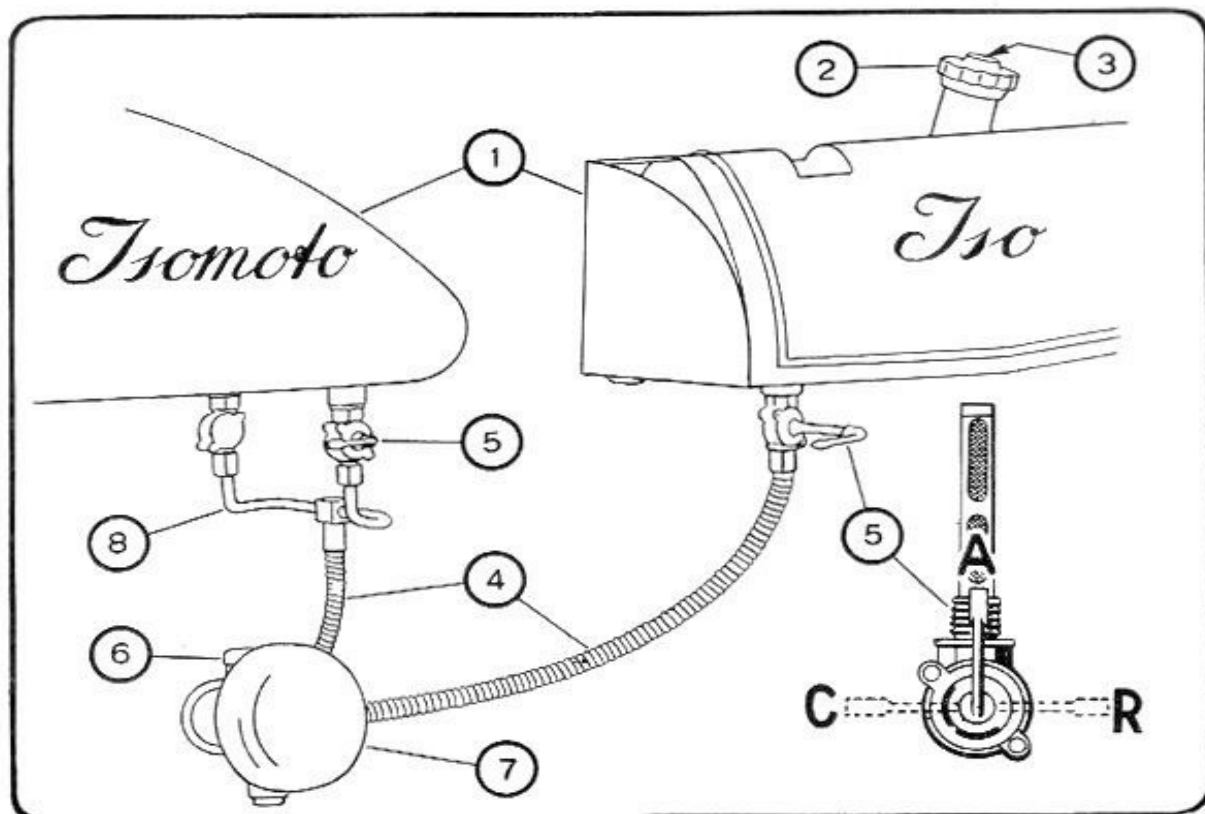

Fig. 12 - Schema di alimentazione e posizioni rubinetto.
Ogni 2000-3000 km. pulire il carburatore smontando il polverizzatore (2) e il galleggiante (9). Pulire pure accuratamente il filtro della benzina (7), situato sopra il carburatore, il raccordo flessibile (4 fig. 12), nonché il filtro dell'aria (7) svitandolo dalla propria sede ed immergendolo senza scomporlo in benzina o petrolio. Con aria compressa dare una utile soffiata in tutti i canali e fori.
Assicurarsi altresì che il foro di scarico aria del tappo di carica (2 fig. 12) non sia otturato.